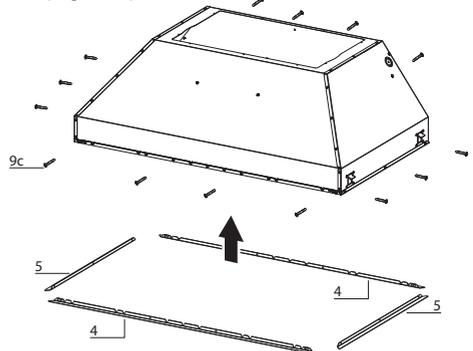

FIGURE 3
2. Retirez la protection blanche de plastique et installez les 4 pièces de garniture des côtés (4-5) sur l'extérieur de la hotte à l'aide des 14 vis (9c). Consultez le schéma d'installation des garnitures à la (Figure 3).